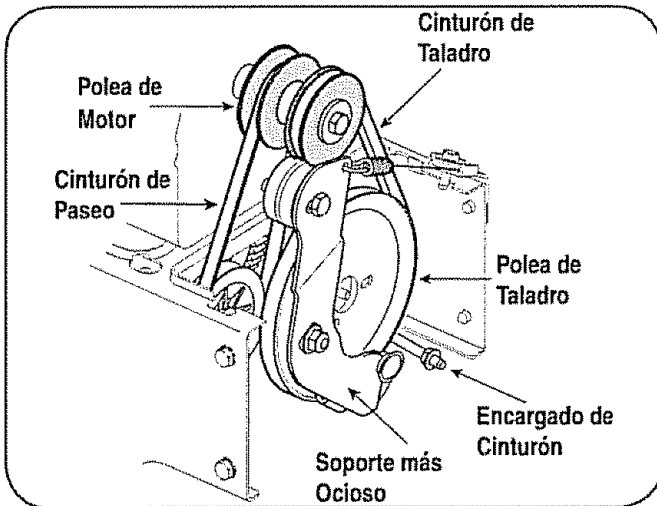

Figura 10
2. Quitar el cinturón de taladro delantero de la polea de motor que lo empuja avanzado y llega lejos de la polea. Ver la Figura 10.
5. Colocar el nuevo cinturón de paseo en el surco en la polea de motor. Ver la Figura 10.